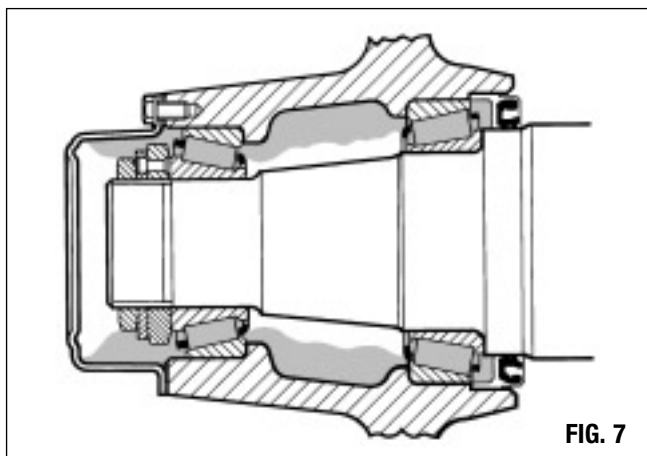

FIG. 7
- Remplissez le creux du moyeu d'un volume correct de graisse (voir Fig. 7). Consultez les caractéristiques techniques du Tableau 3 de la page 13.